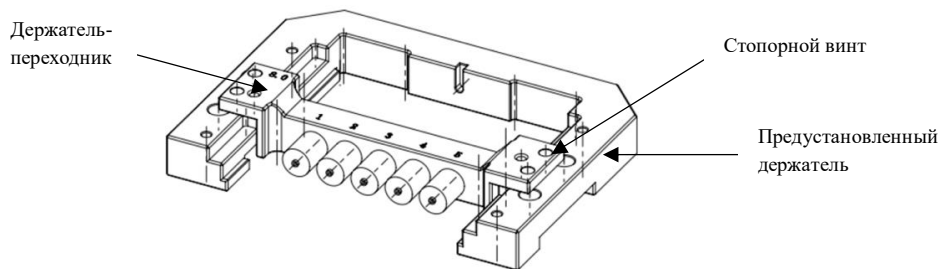

Рисунок 18
13.12 Нажмите «НОМЕ» (НАЧАЛЬНОЕ ПОЛОЖЕНИЕ), чтобы переместить оси в начальное положение, подходящее для установки/снятия обрабатываемой заготовки. Закрепите в предустановленном держателе держатель-переходник (см. рисунок 18) или обрабатываемую заготовку напрямую и затяните стопорные винты по часовой стрелке. Рекомендуемый крутящий момент для затягивания винтов: 3 Н*м.